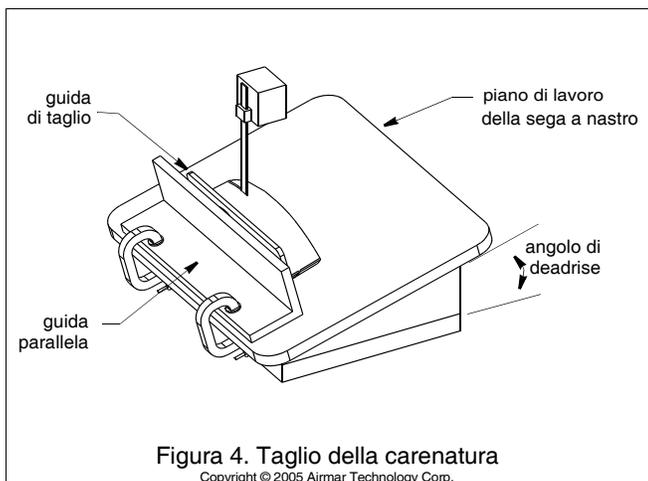

Figura 4. Taglio della carenatura
2. Inclinate il piano di lavoro della sega a nastro secondo l'angolo misurato e fissate la guida di taglio (vedi Figura 4). *Non superate i 22°.*
3. Collocate la carenatura sul piano di lavoro in modo da posizionare la guida di taglio sotto la guida parallela (vedi Figura 4 e 5). Nota: la carenatura è simmetrica.